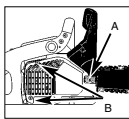

Abb. 20A
- Lösen Sie die Kettenbremse. Entfernen Sie die 2 Befestigungsmuttern der Schiene (A) und lösen Sie die 2 Schrauben (B), die die Abdeckung der Kettenbremse festhalten (Abb. 20A).